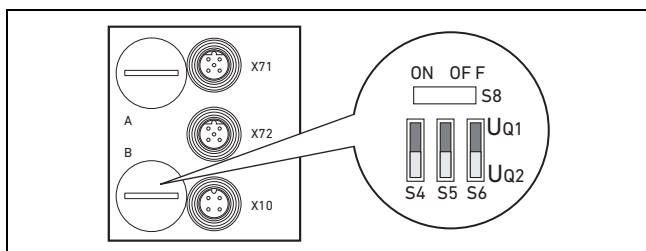

Fig. 9: Commutateurs S4, S5, S6 destinés à l'affectation des tensions d'alimentation des distributeurs ( $U_{Q1}$ ,  $U_{Q2}$ )
Les commutateurs S4-S6 destinés à l'affectation de l'alimentation des distributeurs se trouvent sous le vissage PG **B** (voir Fig. 9). A chaque commutateur sont affectés :
1. Ouvrir le capuchon fileté inférieur **B** (voir Fig. 9 à la page 196).
2. Al'aide des commutateurs S4, S5 et S6, attribuer à chaque groupe de distributeurs une des deux tensions d'alimentation UQ1 ou UQ2 (voir tab. 14 et Fig. 9 à la page 196).